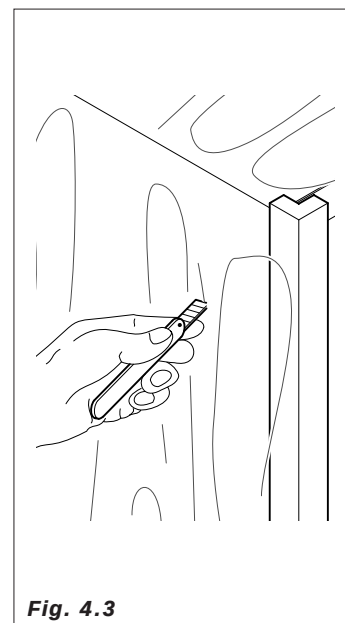

Fig. 4.3
- Liberar al distribuidor de su embalaje, cortar el film exterior y extraer las cantoneras (Fig. 4.3).